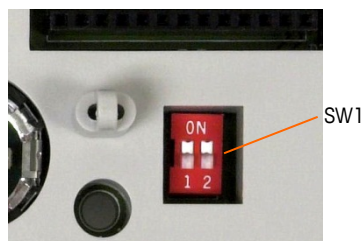

Figura 4-8: Interruttori SW1-1 e SW1-2
3. Spostare entrambi gli interruttori SW1-1 e SW1-2 (v. Figura 4-8) in posizione ON.
Quando si accede per la prima volta al server Web, viene visualizzata la pagina di indice mostrata nella figura 4-8 nella finestra del browser.